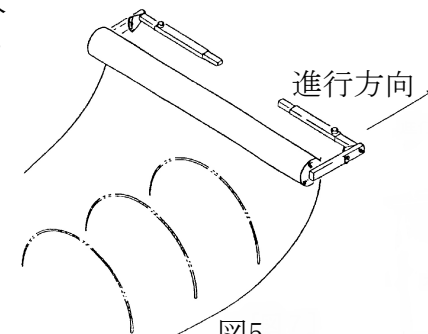

図5
- ・展張するシートを図5の様に取付けて本体を移動させながら展張してください。